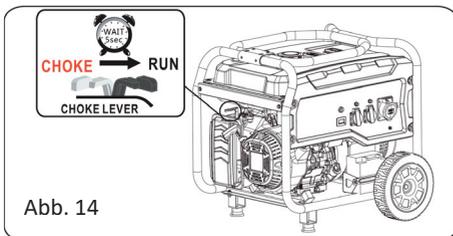

Abb. 14
- Lassen Sie den Motor einige Sekunden lang laufen und bewegen Sie dann den Hebel allmählich ganz in die Betriebsposition (Run), während der Motor warm wird. (Siehe Abb. 14).